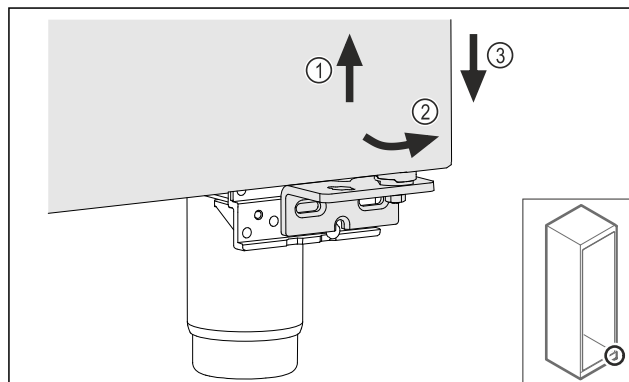

Fig. 24
- Nadvihnute zľahka dvere Fig. 24 (1), dole ich preklopte dopredu Fig. 24 (2) a spustíte dolu Fig. 24 (3).